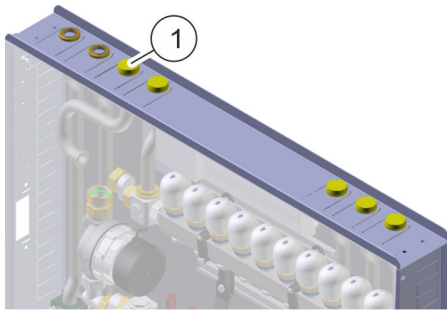

Abb. 35: Schutzkappen entfernen
1. ➔ Schutzkappen (Abb. 35/1) der Rohre entfernen.